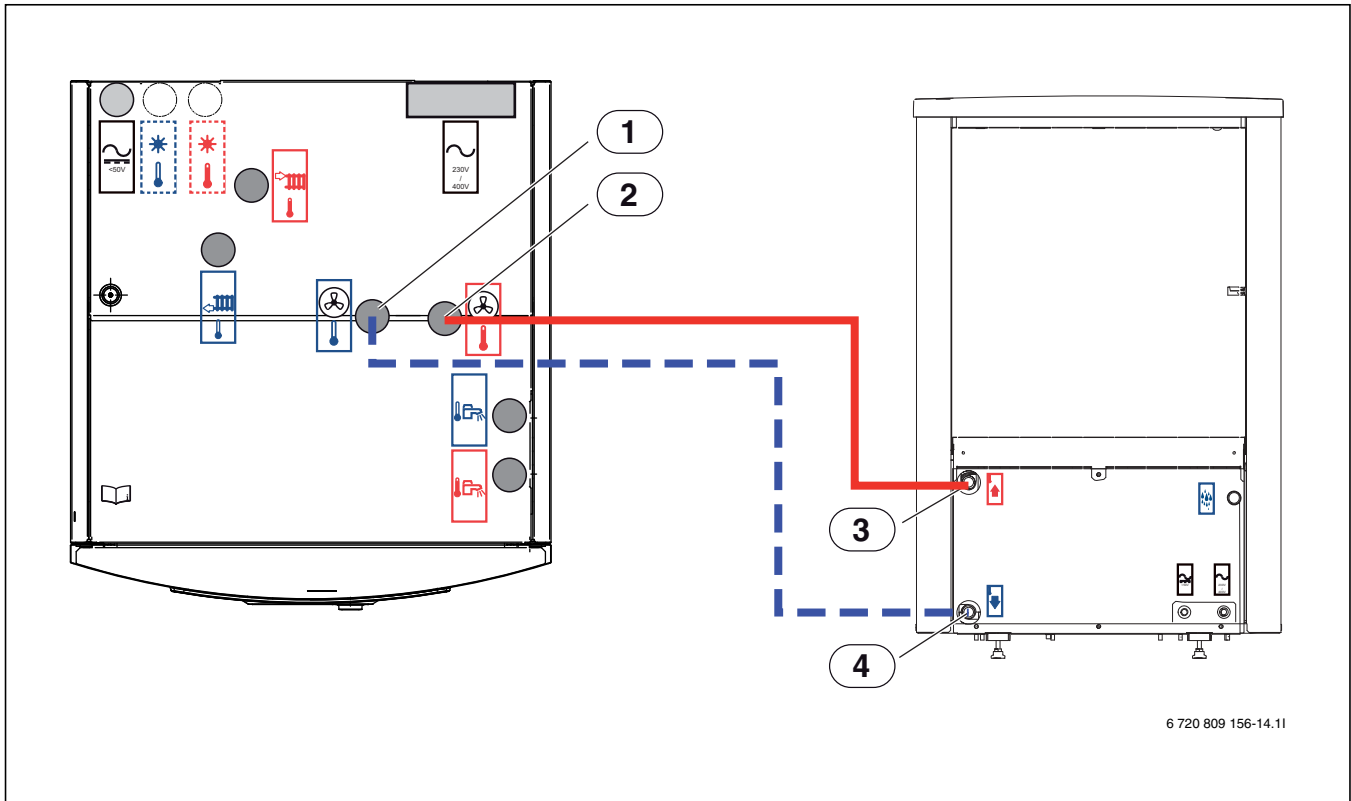

Bild 11 Värmepumpsmodul anslutningar värmepump
Om värmepumpsmodulen och värmesystemet fylls innan värmepumpen anslutits, måste värmebärare in och ut (till / från) värmepump kopplas samman för att säkerställa cirkulation (→ [1] och [2], Bild 11).
- Anslut returledningen till värmepumpen [4] Bild 11 till värmebärare ut [1] Bild 11.
- Anslut framledningen från värmepumpen [3] Bild 11 till värmebärare in [2] Bild 11.